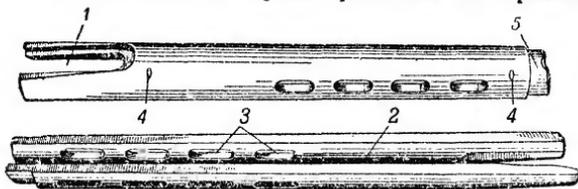

Рис. 49. Ствольная накладка:
49. Ствольная накладка (рис. 49) служит для предохранения рук стрелка от ожога и для за-щиты штока с поршнем от случайных ударов. Она имеет: задний вырез для прохода ко-лодки прицела; жолоб для штока; попереч-ные вырезы для лучшего охлаждения ство-ла; шпильки для предохранения от продоль-